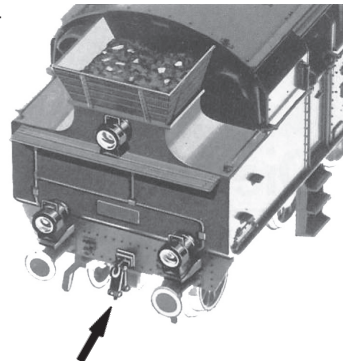

Fig. 5
Bitte nehmen Sie zuerst das Lokgehäuse ab (Fig. 1). Danach können Sie die **Lämpchen** wechseln (Fig. 1b und Fig. 5).
First remove loco body (fig. 1) and then change lights (fig. 1b and fig. 5).
3. Remplacement des ampoules: Veuillez démonter d'abord la caisse de votre locomotive (fig. 1) puis vous pouvez **e'changer les ampoules** (voir fig. 1b et fig. 5).